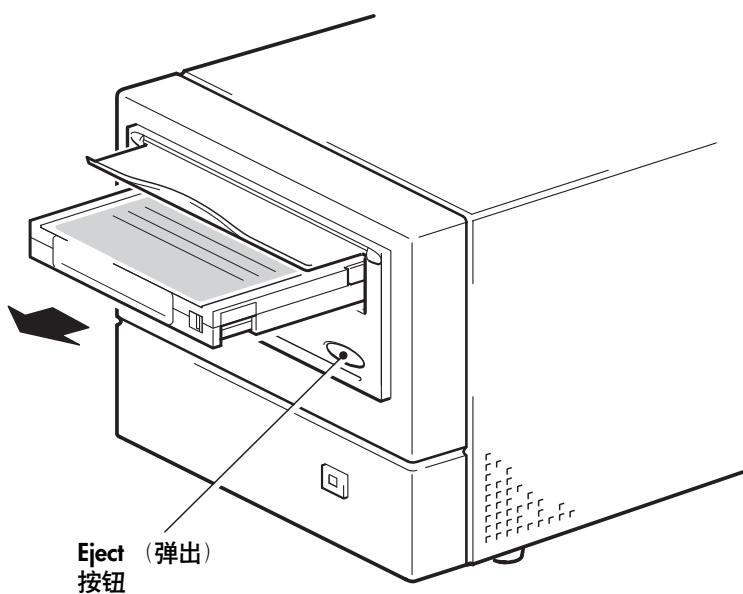

图 7b: 取出盒式磁带
- 1 按下前面板的 **Eject**（弹出）按钮。（见图 7b。）